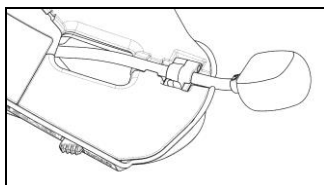

Fig. 15
- Chiudere la clip. Controllare che il lato del microfono con la scritta "n" sia rivolto verso l'interno del casco (Fig. 15).